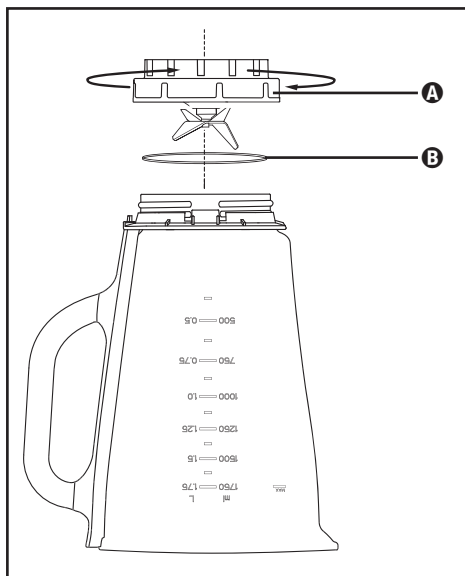

Fig. 3
- 2) Coloque o aparelho de cabeça para baixo e rode a peça **A** no sentido contrário ao dos ponteiros do relógio, de modo a que esta possa saltar-se do copo misturador **3** (ver fig. 3).